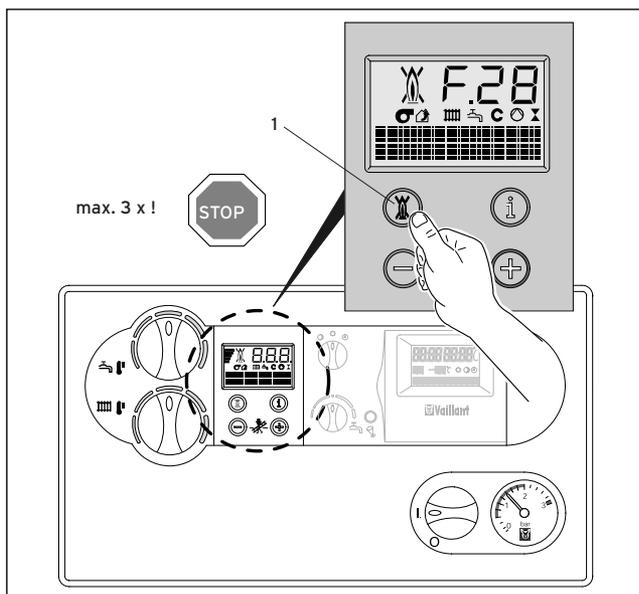

Abb. 3.15 Entstörung
- Drücken Sie in diesem Fall den Entstörknopf (1) und halten Sie ihn ca. 1 s lang gedrückt (Abb. 3.15)